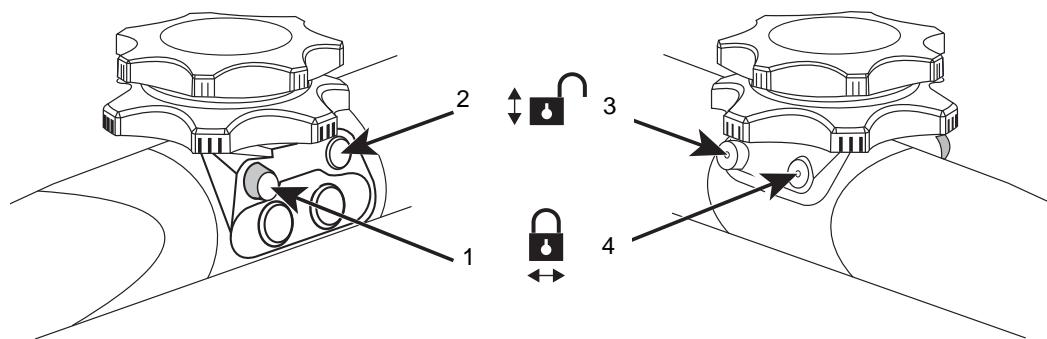

図2-5 プローブ先端部湾曲のアンダルブレーキの操作
アンダルブレーキは青色のボタンで、ハンドルの右側面から左側面まで貫通しています。前後アンダルブレーキは取付けリングに近い方のボタンで、左右アンダルブレーキはプローブ先端に近い方のボタンです(図2-5を参照)。
- ▶ 患者の食道の損傷を防止するため、プローブを挿入または抜き取るときには、湾曲角度のブレーキを解除し、操作ダイヤルをニュートラルに設定し、操作ダイヤルが抵抗なく回転する状態にしなければなりません。2-9ページの図 2-5 を参照してください。